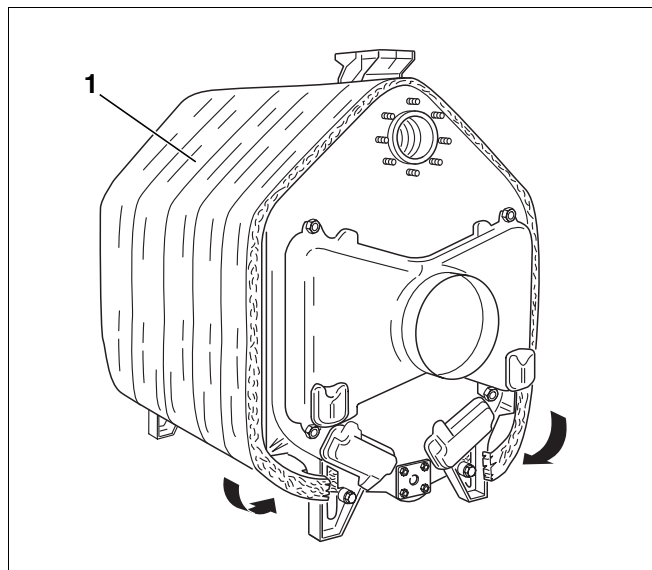
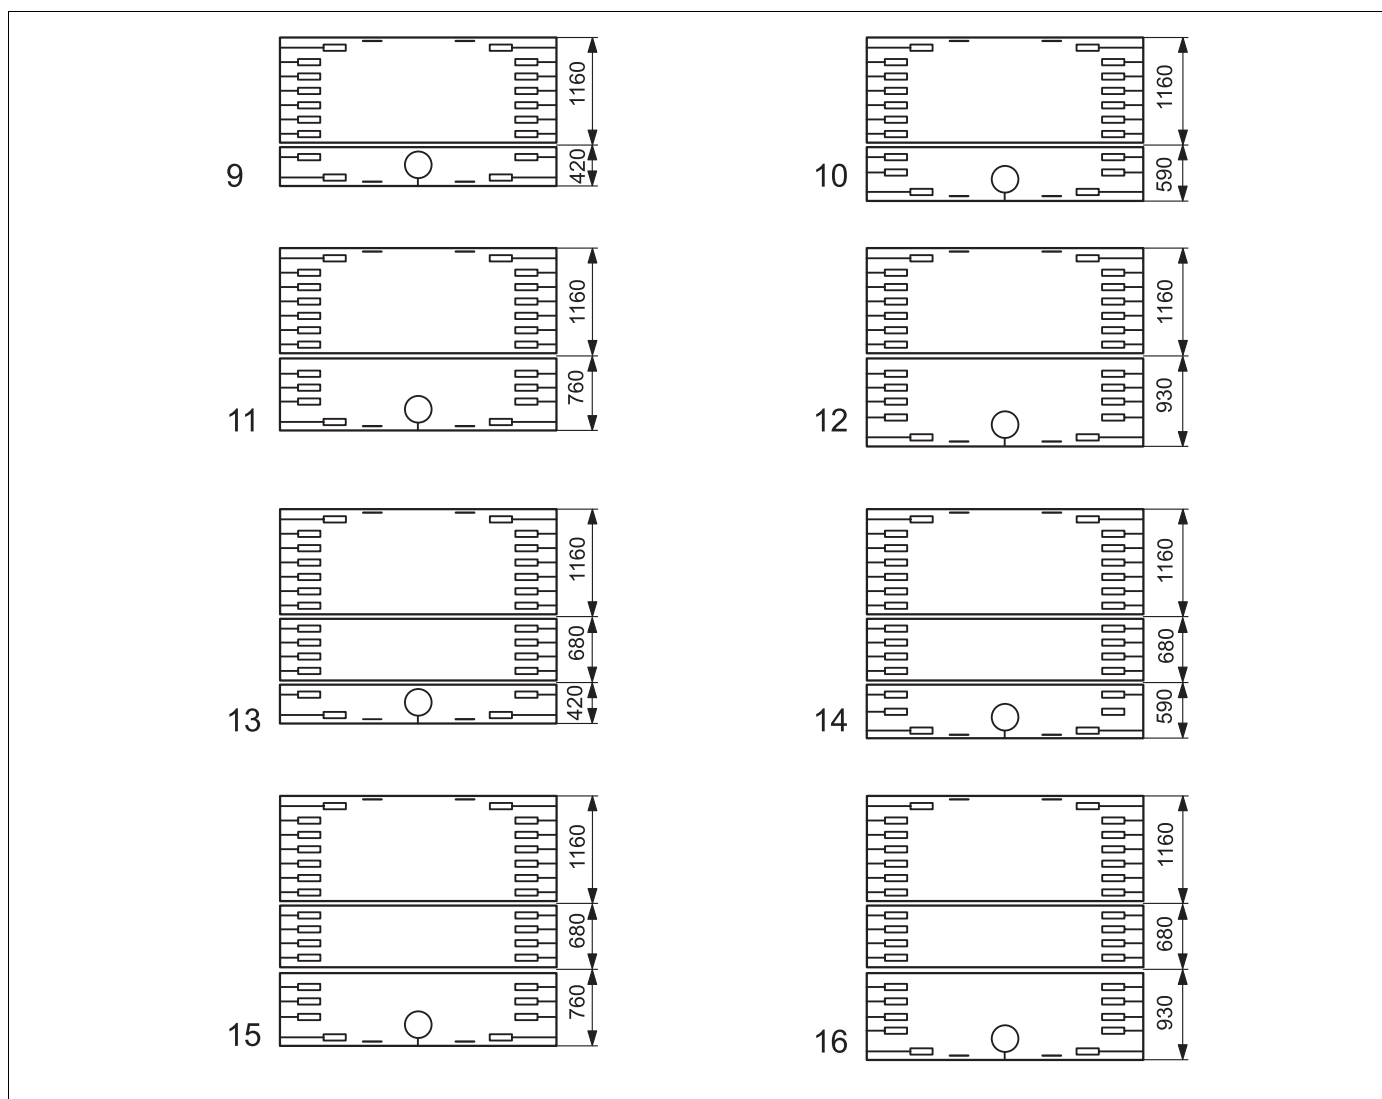

Fig. 34
Fig. 35
- Den medfølgende isolering (Fig. 34, **pos. 1**) passer til kedelstørrelsen. Isoleringen skal anbringes på kedelblokken i henhold til det i Fig. 35 viste skema (tallene til venstre for de viste kedler (set ovenfra) svarer til antallet af kedelelementer).